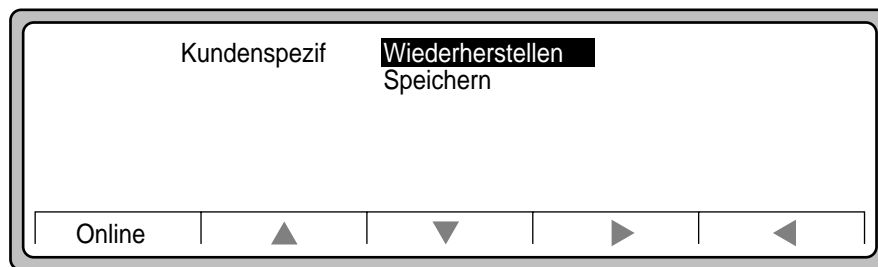

Abbildung 2-10 Spezial-Menü
1. Drücken Sie im Hauptmenü die Taste Spezial, um Abbildung 2-10 anzuzeigen:
- 3. Heben Sie mit ▲ oder ▼ die Option Speichern oder Wiederherstellen (Abbildung 2-10) hervor.